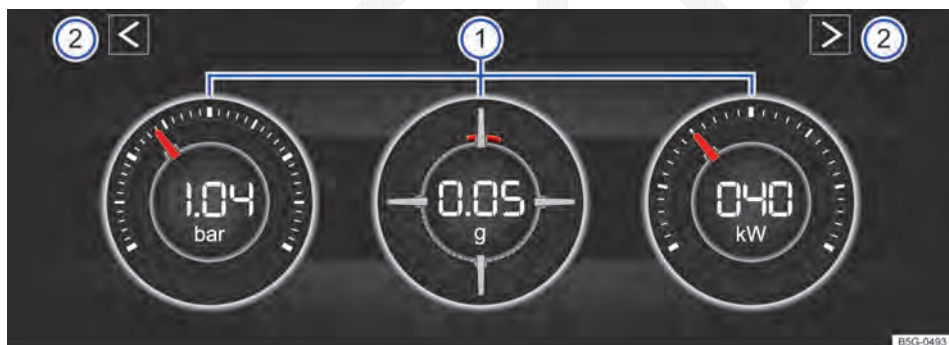
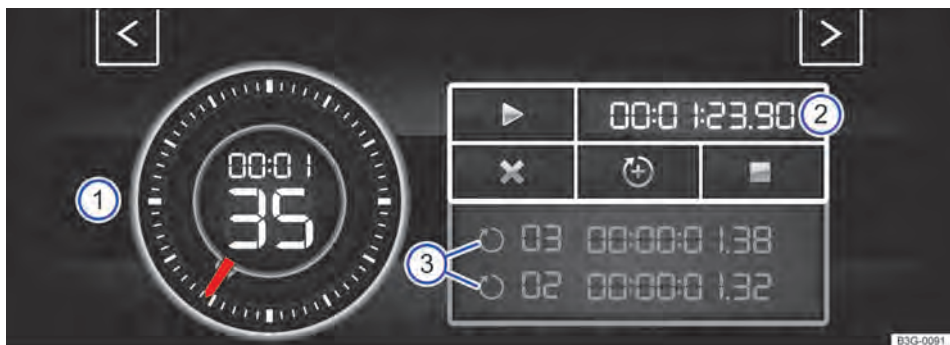
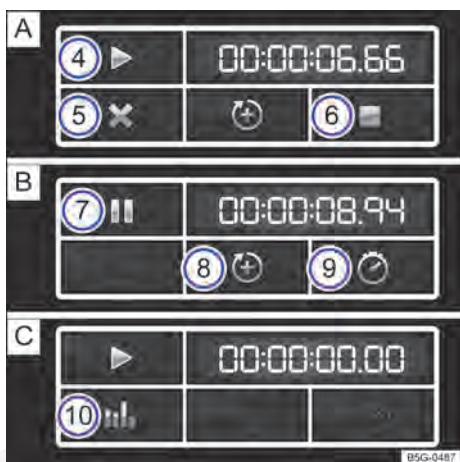

Fig. 29 No sistema Infotainment: módulo de potência.
Fig. 30 No sistema Infotainment: Laptimer com cronômetro, superfície de função e tempos de voltas.
Fig. 31 Superfície de função no sistema Infotainment: medição do tempo na volta **A** parada, **B** em execução e **C** concluída.
Legenda para Fig. 29
- ① Áreas de indicação.
- ② Teclas de setas para alternar para o Laptimer.
Se você deseja alternar entre o módulo de potência e o Laptimer → Página 47, toque em uma das teclas de seta à esquerda e à direita acima dos instrumentos em → Fig. 29 ②.
O display pode exibir, no máximo, 3 instrumentos simultaneamente. Cada um dos instrumentos pode ser selecionado para cada uma das áreas de exibição → Fig. 29 ① (esquerda, central, direita).
- **Indicação da pressão de carga:** a indicação da pressão de carga → Fig. 29 ① (à esquerda) exibe a pressão no circuito do ar de sobrealimentação entre o turcoarregador e o motor (na unidade "bar"). Quanto mais o ponteiro ficar à direita na escala, maior será a potência que o motor desprenderá.
- **Medidor de aceleração (G-Meter):** o medidor da aceleração (G-Meter) → Fig. 29 ① (central) indica na área central o valor da aceleração (na unidade "g"). A marcação vermelha na área disposta em tela indica a intensidade da aceleração e a direção da força que atua (conforme os princípios físicos contrários). Se você, por exemplo, conduzir para a esquerda, a marcação vermelha se moverá para a área direita do instrumento (e o contrário). A marcação vermelha move-se para baixo, quando se acelera, e para cima, quando se freia. A intensidade da aceleração é indicada pela posição da marcação vermelha de dentro para fora. Se a aceleração aumenta, a marcação vermelha é excluída da área central.
- **Indicação de potência:** a indicação de potência → Fig. 29 ① (à direita) exibe a potência do motor atualmente utilizada como valor digital e na escala adjacente (em kW).
- No módulo de potência, tocar uma das teclas de setas → Fig. 29 ②, para alternar para o Laptimer.
Legenda para → Fig. 30 e → Fig. 31
- ① Cronômetro
- ② Superfície de função com o tempo de voltas atual
- ③ Tempos de voltas salvos
- ④ Iniciar e continuar com a medição do tempo
Com as teclas de seta → Fig. 29 ② ou → Fig. 30 você pode alterar a qualquer momento entre Laptimer e módulo de potência.
Iniciar e continuar com a medição do tempo	Toque a superfície de função para iniciar ou continuar ▶ → Fig. 31 A ④. Com a ignição desligada, não é possível nenhuma medição de tempo. É exibida uma mensagem no display. Pressionar Iniciar , para iniciar a medição do tempo. A medição do tempo inicia-se automaticamente, assim que o veículo se movimenta para frente. Uma primeira nova volta só pode ser iniciada, se os dados forem restaurados na estatística.
Finalizar a medição do tempo	Toque a superfície de função para finalizar ■ → Fig. 31 A ⑥.
Iniciar a nova volta	Toque a superfície de função para adicionar uma nova volta → Fig. 31 B ⑧. O último tempo da volta é salvo e uma nova volta é iniciada. O tempo total das voltas é indicado na estatística.
Cancelar a volta atual	Toque a superfície de função para cancelar → Fig. 31 A ⑤. Com uma medição de tempo em execução, toque a superfície de função para pausar II B ⑦. A medição do tempo é cancelada e o tempo da curva é apagado. É exibido --: --:--:-- na estatística.
Indicar tempo intermediário	Toque a superfície de função para o tempo intermediário T → Fig. 31 B ⑨. O cronômetro → Fig. 30 ① para por alguns segundos e o tempo intermediário é indicado.
Indicar estatística	Após a finalização ou o cancelamento da medição do tempo, toque a superfície de função para a estatística → Fig. 31 C ⑩. A estatística indica o número de voltas, o tempo total, a volta mais rápida e a mais lenta, o valor médio de todos os tempos das voltas e todos os valores das voltas. Ao tocar a superfície de função ⏪, você alterna para o menu anterior.
Restaurar os dados da estatística	Toque a superfície de função para a estatística → Fig. 31 C ⑩. Excluir os dados, tocando a superfície de função Restaurar .